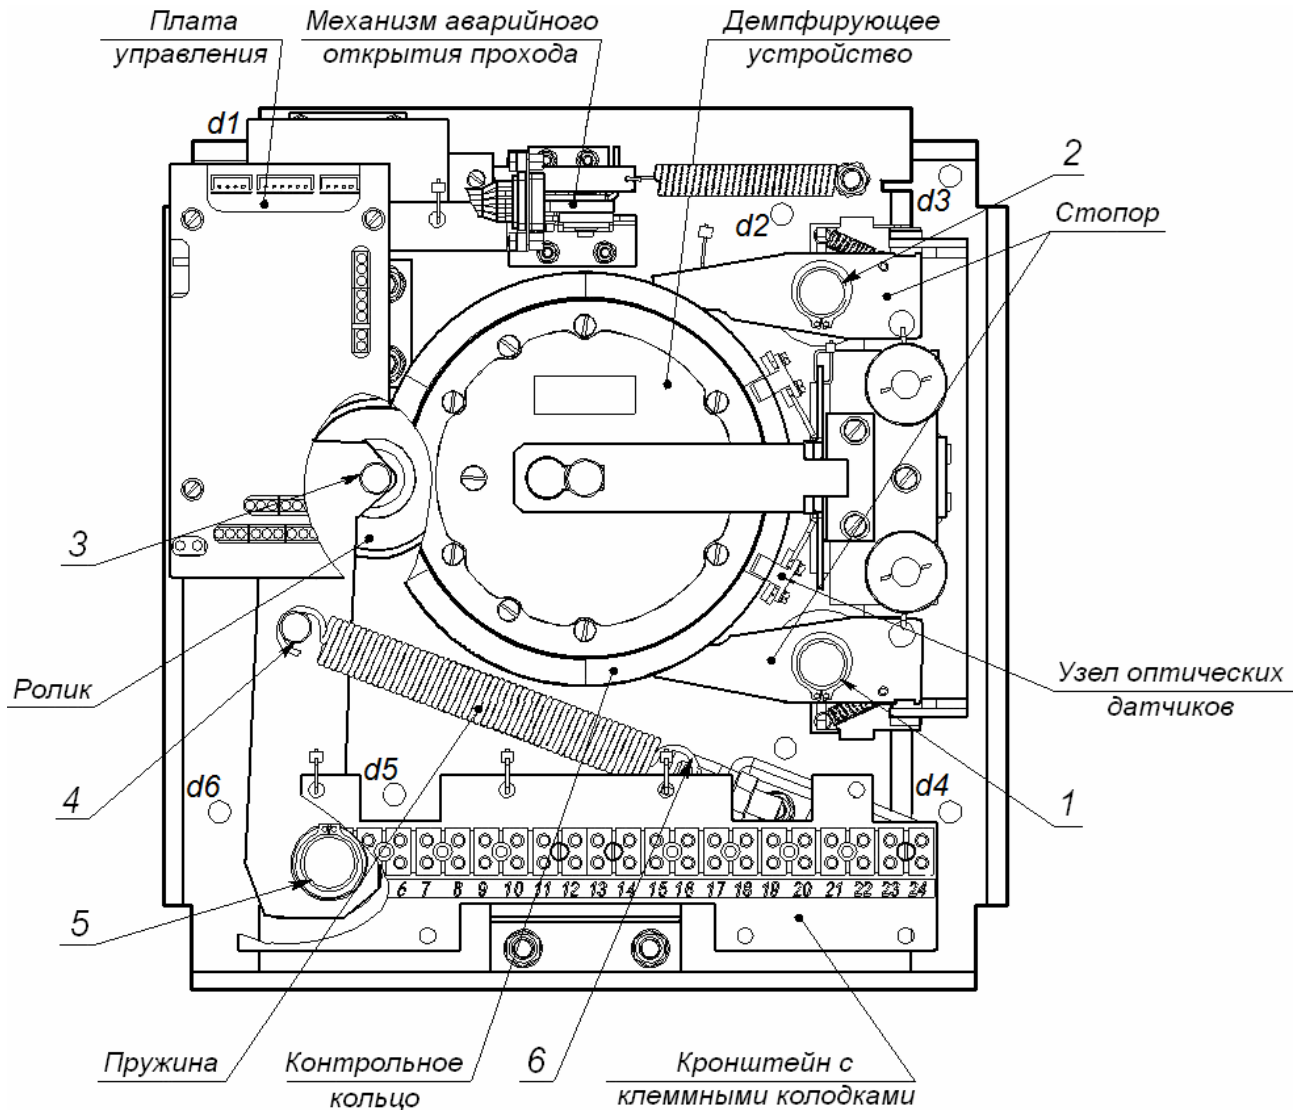

Рисунок 14. Расположение внутренних деталей и узлов механизма турникета
7. Проведите визуальный осмотр устройства доворота (толкателя, пружин и ролика), оптических датчиков поворота преграждающих планок и демпфирующего устройства (см. рис. 14).
- смазкой **Chain and Rope Lube Spray - WEICON** оси вращения стопоров (точки 1,2), ролика (точки 3) и рычага толкателя (точки 5 рис. 14);
12. Подключите разъем кабеля индикации **S1** от крышки турникета (2) к разъему платы управления и установите крышку на место в порядке, обратном снятию. Правильная установка крышки турникета не требует применения больших физических усилий.
13. Установите маховик (5) с преграждающими планками (3). Порядок установки маховика указан в разд. 8.4.
14. Проверьте работу механизма аварийного открытия прохода (автоматического опускания преграждающей планки «Антипаника») подачей и снятием напряжения питания на турникет, и при необходимости смажьте шарнирные узлы соединений в каждой позиции маховика (5).
15. Проверьте надежность крепления стойки турникета к полу и при необходимости торцовым ключом S17 подтяните болты анкеров (15). Для доступа к ним необходимо извлечь заглушки (15) из отверстий в основании стойки турникета.